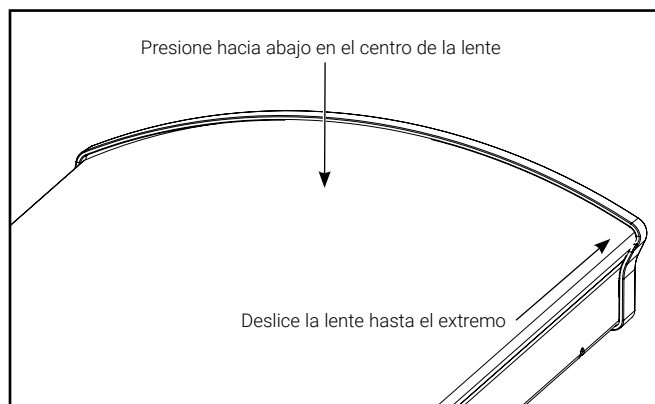
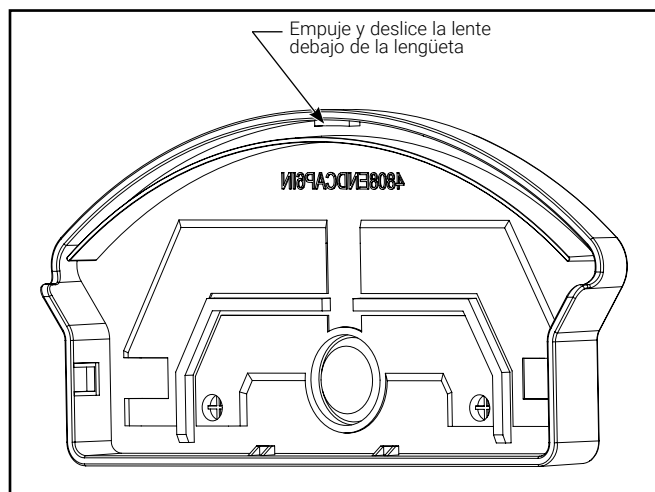
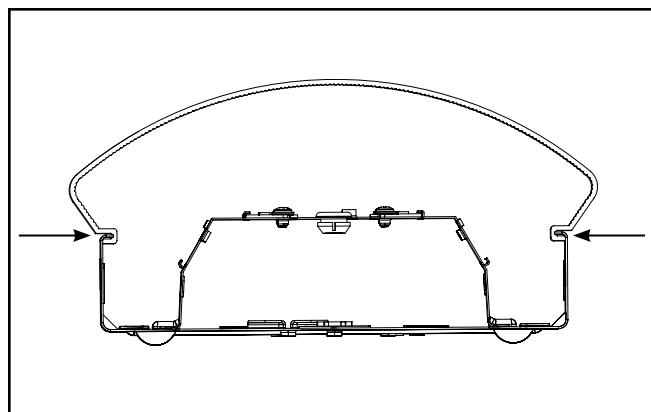

Figura 1.
Figura 2.
Figura 3.
2. Quite la lente de la luminaria comenzando en un extremo de la luminaria y presionando en el centro de la lente. Mientras presiona la lente, deslícela hacia el extremo de la luminaria (Figura 1). Hay una pestaña en la cual la lente debe deslizarse por debajo para poder quitarla (Figura 2). Retírela al apretar los lados de la lente mientras tira hacia arriba para liberarla de las ranuras de la cubierta (Figura 3).